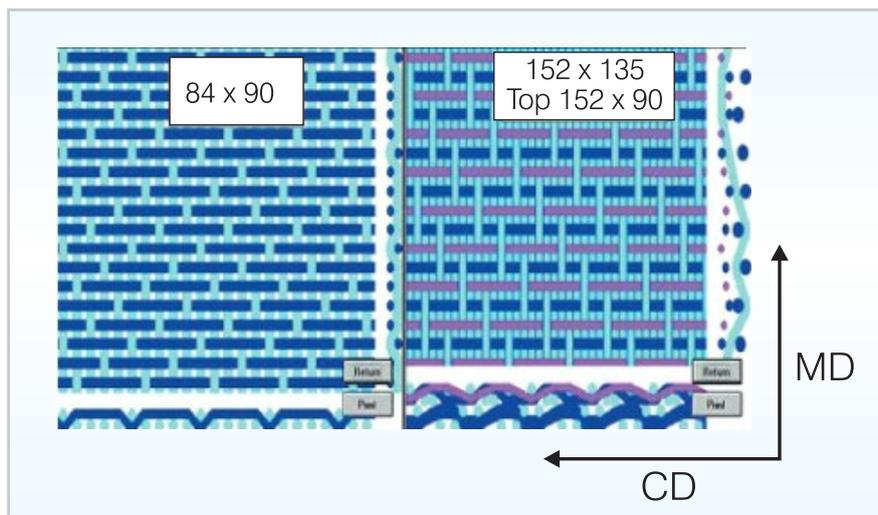

Figura 4: 84 x 90 capa simple y 152 x 135 doble capa y media
**Mesh (MD) x Count (CD).** El *mesh* o *count* de la tela formadora, se refiere al número total de hilos MD o CD, respectivamente, por centímetro o pulgada. Para una tela doble capa y media, el *count* sobre la superficie superior es en realidad dos terceras partes del *count* total. Si comparamos una capa simple con un nivel de *count* de 90, con una tela doble con soporte con un nivel de *count* de 135, veremos que el *count* real del lado superior de ambas es igual (figura 4), es decir, las dos telas tendrían en su lado superior 90 hilos CD por pulgada.